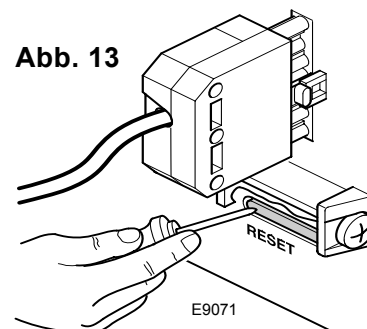

Abb. 13
■ zum Entriegeln das Steuergerät abnehmen, **wobei alle Kabel angeschlossen bleiben und Spannung anliegen muß**, und mit einem geeigneten Werkzeug die Entriegelungstaste (RESET, s. Abb. 13) drücken.